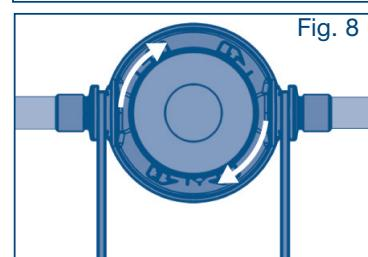

Fig. 8
2. Existen cuatro posibilidades de ajuste del bypass. El ajuste de fábrica del bypass es "2". El bypass/mezcla se pueden ajustar girando la caperuza de la cabeza filtrante (consulte la Fig. 8). Gire la caperuza hacia la izquierda o hacia la derecha hasta que la marca señale el valor deseado y la caperuza encaje.